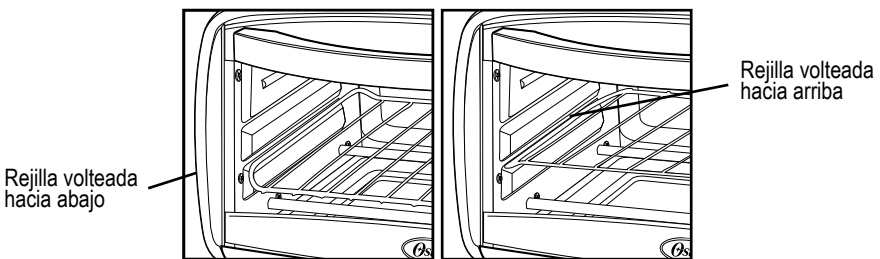

Figura 3
3. **Cronómetro** – Permite seleccionar el tiempo de cocción hasta por 30 minutos. Automáticamente apagará el horno al final del tiempo de cocción. (Ver Figura 3)
El horno posee una rejilla reversible y dos posiciones, para adaptarse a una amplia variedad de alimentos. La rejilla puede introducirse en el horno en la posición hacia arriba o hacia abajo. La rejilla encajará en cualquiera de las guías que se encuentran en el interior del horno. (Ver Figura 3)